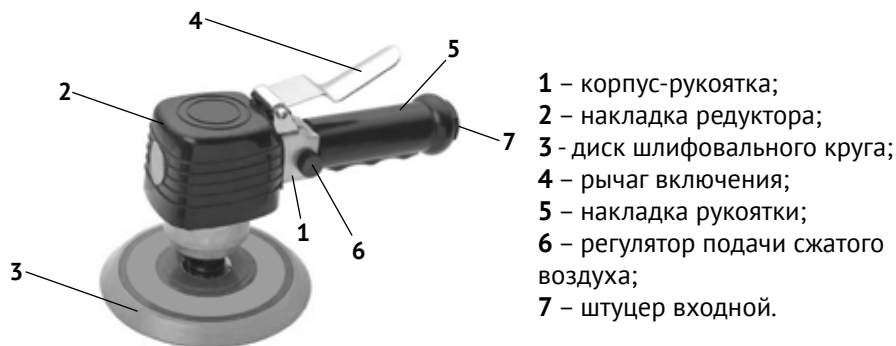

рис. 1
1.6.1 Общий вид шлифмашины представлен на рис.1
1.6.2 Основные элементы шлифмашины: ротационный пневмодвигатель и эксцентриковый механизм расположены в металлическом корпусе, выполненном заодно с рукояткой (рис.1 поз.1), покрытого пластиком. Редуктор закрыт пластиковой накладкой (рис.1 поз.2), удобной для хвата второй рукой, при контроле движения круга по обрабатываемой поверхности.
Резиновое покрытие накладки рукоятки (рис.1 поз.5) способствует надёжному хвату инструмента при работе, а также снижает вибрацию рукоятки. Энергия сжатого воздуха от компрессора, преобразуется в инструменте ротационным пневмодвигателем, во вращательное движение эксцентрикового механизма.
В резьбу (1/4") эксцентрика вкручивается пластиковый диск (рис.1 поз.3) с липучкой. На диск крепится насадка - шлифовальный круг.
К задней части рукоятки крепится штуцер (рис.1 поз.7) для подключения шланга от компрессора с помощью переходника типа «рапид» (входит в комплект поставки).
Регулятор расхода воздуха (рис.1 поз.6) изменяет расход подаваемого воздуха, следовательно, меняется скорость вращения круга. Подача воздуха осуществляется нажатием на рычаг (рис.1 поз.4). При отпускании рычага, подача воздуха прекращается.
- прикрутите к инструменту диск (рис.1 поз.3) с наклеенным на него шлифовальным кругом, застопорив ключом (входит в комплект поставки) эксцентрик;